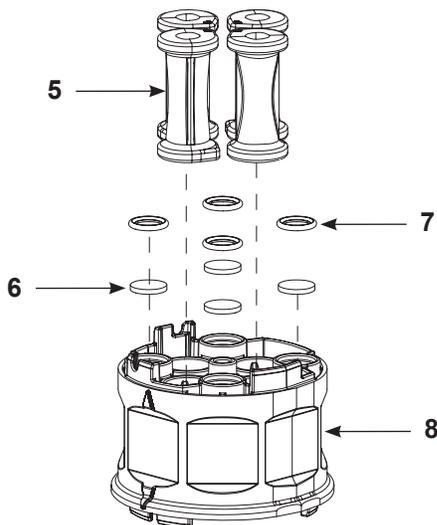

Figura 22 Montar la carcasa de las válvulas peristálticas
2. Ver la figura 22. Montar las válvulas peristálticas (5), los discos de filtro (6) y las juntas tóricas (7) en la carcasa de las válvulas peristálticas (8). Ver *Sustitución de las válvulas peristálticas* en la página 24 para el procedimiento de montaje.